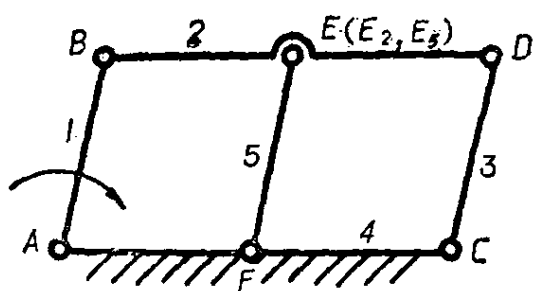
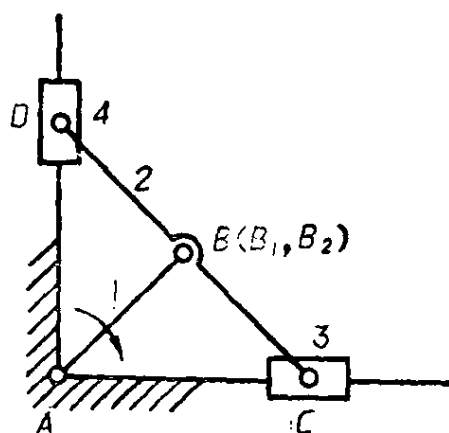

图 2-2
图 2-3
2) 如果机构中两构件上的点, 在机构的运动过程中, 其轨迹是完全重合的, 则当将两构件上的这类点以转动副相联时, 该转动副带入的约束必为虚约束。例如在图 2-2 所示的平行四边形机构 $ABCD$ 中, 构件 2 上的 E_2 点和构件 5 上的 E_5 点 (在图中 $BE_2 = AF, FE_5 = AB$) 的轨迹均为以 F 为圆心, 以 FE_5 为半径的圆, 故联接 E_2 、 E_5 两点的转动副 E 带入的约束便是虚约束。又如在图 2-3 所示的椭圆仪机构中, 构件 2 的中点 B_2 点和构件 1 上的 B_1 点的轨迹均为以 A 点为圆心, 以 AB_1 为半径的圆, 故联接 B_1 与 B_2 两点的转动副 B 带入的约束便必为虚约束。
另外, 对于图 2-3 所示的椭圆仪机构, 根据上述的类似分析, 也可以将转动副 D 以外的运动副带入的约束视为有效约束, 而将转动副 D 带入的约束视为虚约束; 或者将转动副 C 以外的运动副带入的约束视为有效约束, 而将转动副 C 带入的约束视为虚约束。